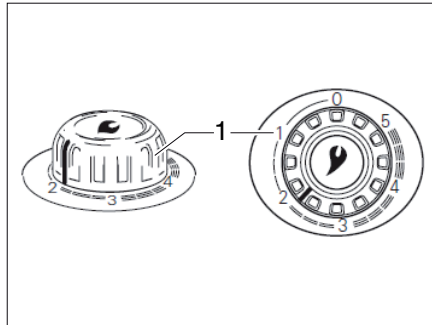

Bild 105 Vridregulator på varmluft-värmesystemet
- Ställ in vridregulatorn på värmningen (Bild 105,1) till önskat värde och tryck ner till stoppläge.
- Ställ in vridregulatorn på värmningen (Bild 105,1) till önskat värde och tryck ner till stoppläge. Automattändningen alstrar tändgnistor. Ett klickande ljud hörs.
- Ställ vridregulatorn på värmen (Bild 105,1) på "0". Automattändningen stängs då också av.
- ▷ För ytterligare information se den separata instruktionsboken "Truma S 3004 (P) / S 5004".